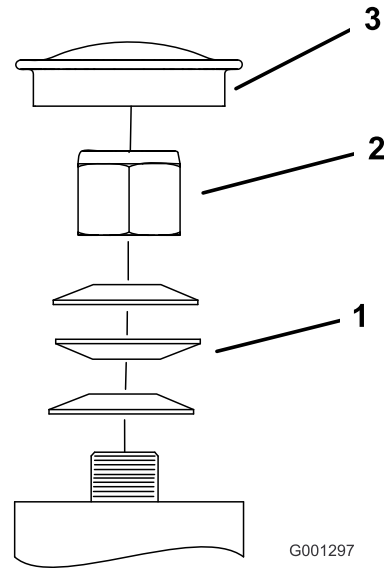

Figure 77
3. Retirez le capuchon protecteur de la roue pivotante et serrez le contre-écrou (Figure 77).
4. Continuez de serrer le contre-écrou jusqu'à ce que les rondelles élastiques soient aplaties, puis desserrez-le d'un quart de tour pour obtenir la précharge correcte des roulements (Figure 77).
Important: Veillez à placer les rondelles élastiques correctement, comme montré à la Figure 77.
5. Reposez le capuchon protecteur (Figure 77).